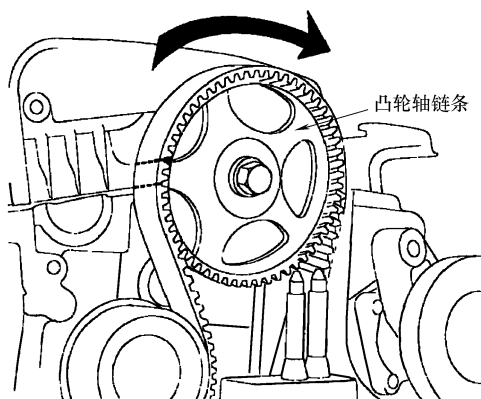

图 31-24 转动曲轴带动凸轮轴链轮转动 2 个齿牙的角度
① 如图 31-24 所示, 沿顺时针方向转动曲轴, 从而使凸轮轴链轮转动 2 个齿牙的角度 (18°)。